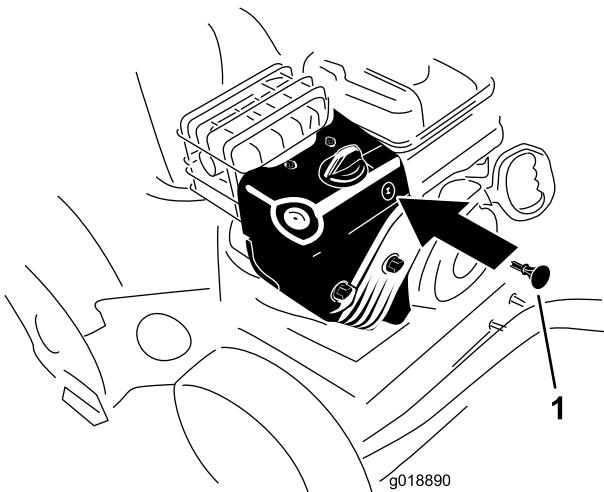

Figura 22
3. Inserite la chiave di accensione (Figura 22).